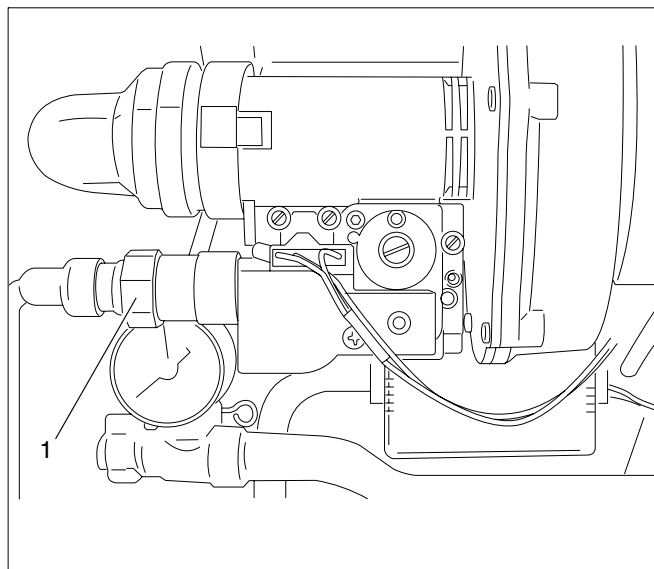

Fig. 51 Desfacerea piuliței olandeze
- Desfaceți piulița olandeză a robinetului de gaz (vezi Fig. 51, Poz. 1).